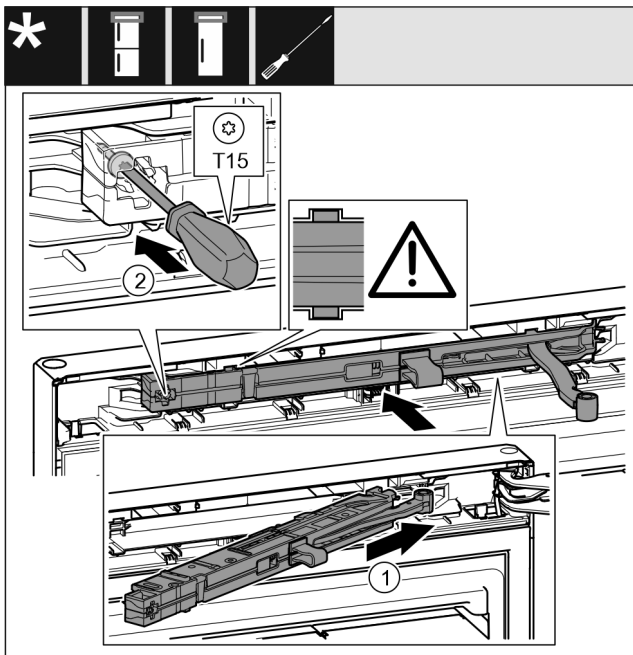

Fig. 23
- ▶ Schließdämpfereinheit auf der Lagerbockseite bis zum Anschlag schräg in die Aussparung einschieben. *Fig. 23 (1)*
- ▶ Schraube mit einem Schraubendreher T15 festschrauben. *Fig. 23 (2)*